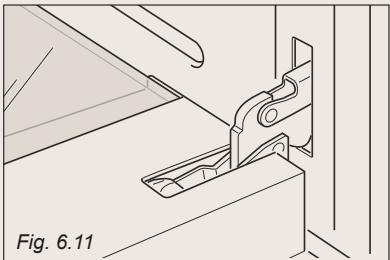

Fig. 6.11
- \* Ouvrez la porte à fond (fig. 6.11).